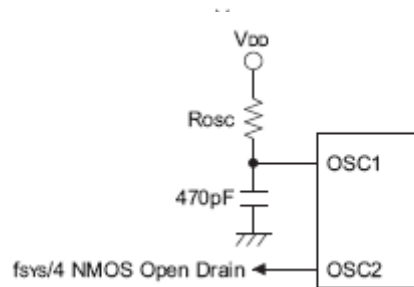
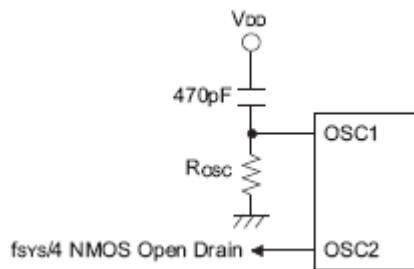

图 3 HT46F4xE 外部 RC 振荡器连接方式图
图 4 HT46R4xE 外部 RC 振荡器连接方式
- RC 振荡器的连接方式不同。HT46F4xE 的电阻连接至 VDD，而 HT46R4xE 的电阻连接至 VSS，如图 3、图 4。